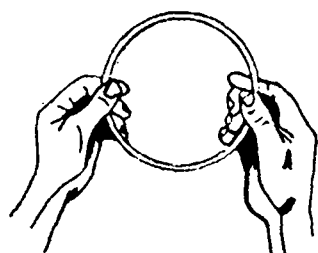

FIG. 2
2.º Passo – Limpe a ponta do tubo; o anel de borracha com estopa seca (fig. 2).